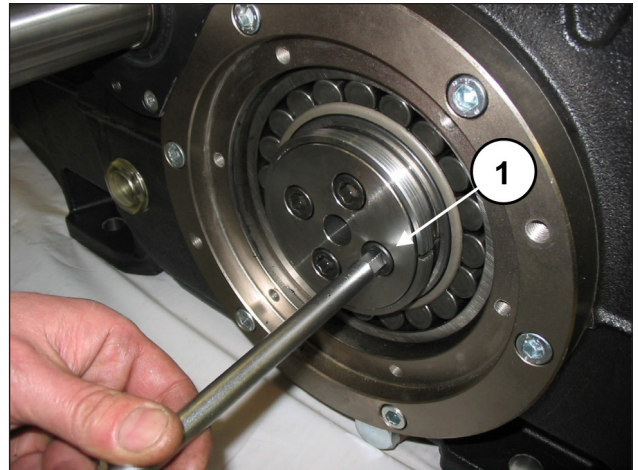
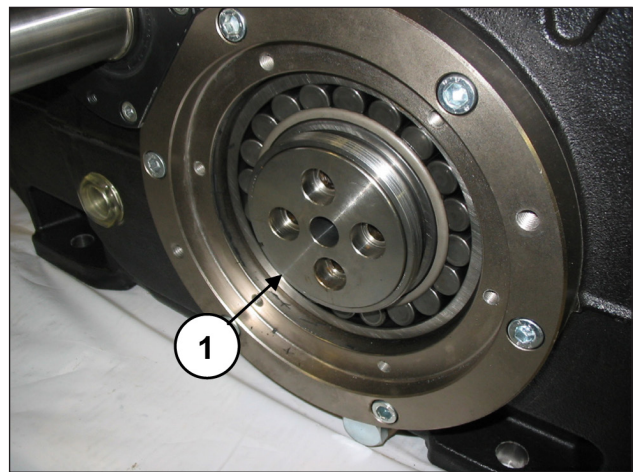

Abb. 14
Abb. 15
Lösen Sie die Befestigungsschrauben des Buchsenflanschs auf beiden Seiten (Pos. ①, Abb. 14). Belassen Sie die Buchsenflansche in ihrem Sitz (Pos. ①, Abb. 15).